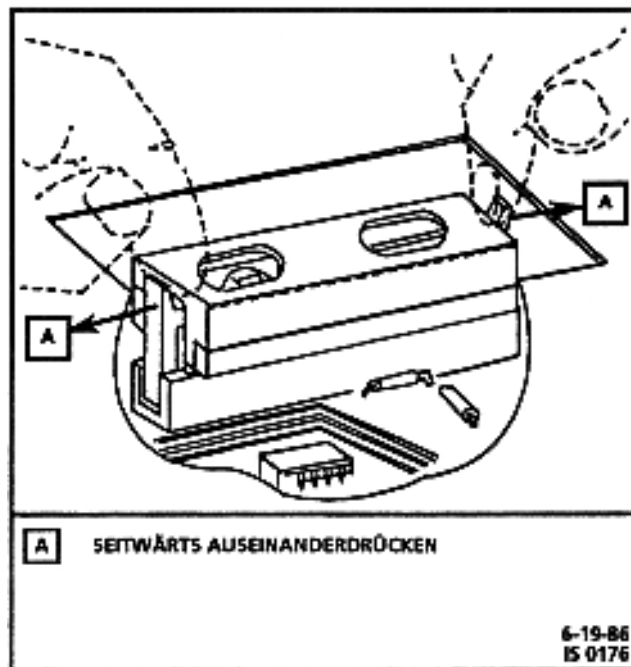

Bild 3.1-4 Ausbau der Motor-Kalibriereinrichtung
- Da das ECM-Ersatzteil ohne Motor-Kalibriereinrichtung geliefert wird und die ausgebaute Kalibriereinrichtung wiederverwendet wird, muss darauf geachtet werden, dass sie beim Umgang nicht beschädigt wird (siehe Bild 3.1-4).
- Die seitlichen Sperrklemmen wie in Bild 3.1-4 nach außen abdrücken und Kalibriereinrichtung nach oben aus der Steckverbindung herausziehen. Die Abdeckplatte der Kalibriereinrichtung darf nicht entfernt werden. Bei unsachgemäßem Ausbau der Kalibriereinrichtung kann diese oder die Steckverbindung beschädigt werden.
- Motor-Kalibriereinrichtung ausbauen (Bild 3.1-4).